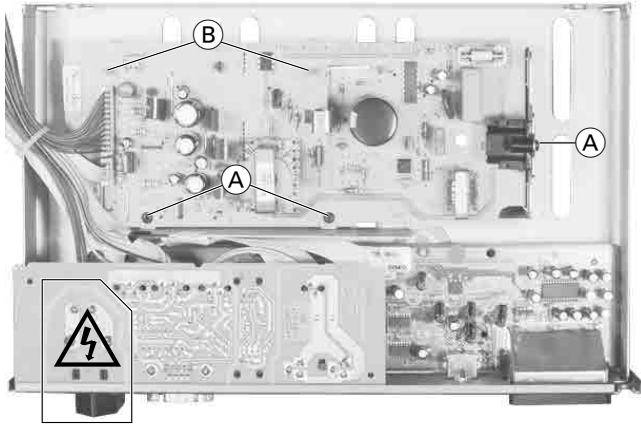

Fig. 1
- 3 Schrauben **A** (Fig. 1) herausdrehen.
- 2 Rastnasen **B** (Fig. 1) lösen und Netzteil herausnehmen.
**Achtung:** Bei Inbetriebnahme auf die Netzanschlussbuchse **A** der Adapterplatte RS232 (optional) achten (Fig. 1).
- Undo 3 screws **A** (Fig. 1).
- Disengage the 2 locking lugs **B** (Fig. 1) and remove the Power Supply.
**Attention:** When putting the set into operation, observe the mains connection socket **A** on the Adapter Board RS232 (optional, Fig. 1).